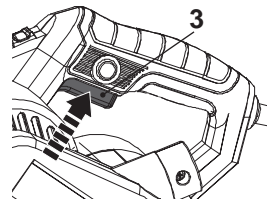

Fig. 14
1. Ligar o produto ao pressionar o interruptor ligar/desligar (3) e mantê-lo na posição (Fig. 14, passo 1).
2. Premir o botão de bloqueio (4) e mantê-lo na posição para bloquear o interruptor de ligar/desligar (3) (Fig. 14 passo 2).
3. Soltar o botão de bloqueio (4) e o interruptor de ligar/desligar (3). O interruptor de ligar/desligar está agora bloqueado para a utilização contínua.
4. Pressione e liberte o interruptor para ligar/desligar (3) para desligar o produto.